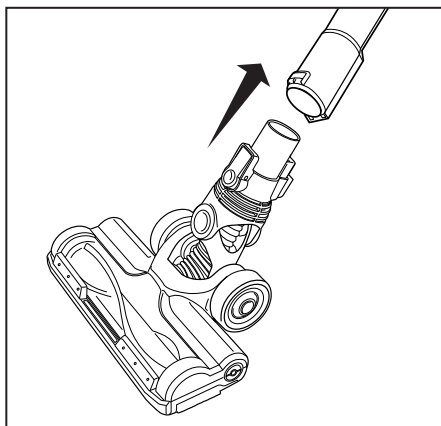

Fig. 2
2. Conecte el extremo hembra de la varilla de metal a la boquilla para pisos o a los accesorios que necesite usar (fig. 2).